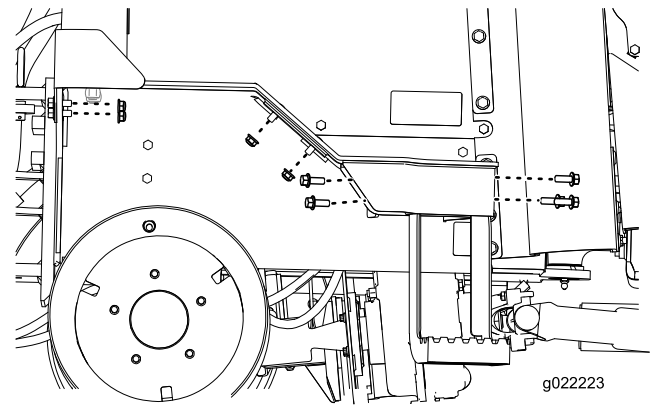

Figure 19
3. Retirez l'extension de marche de la machine (Figure 19).